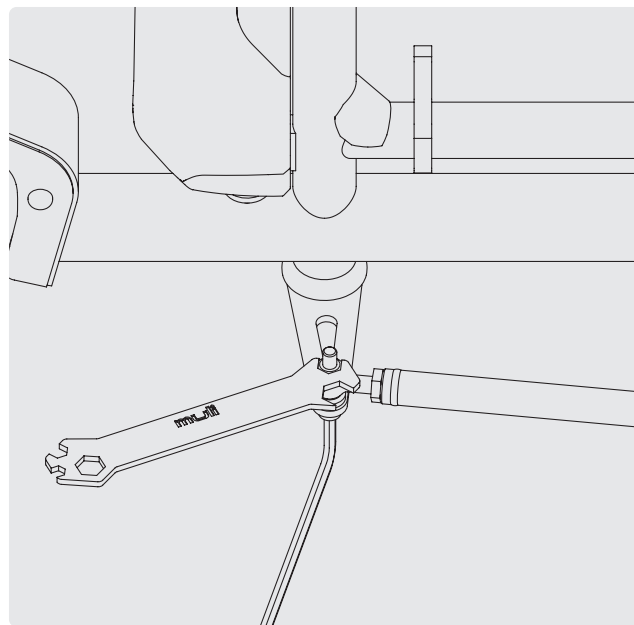

FIG. 11
- 2 Serrez le contrécrou avec une clé coudée mâle de 6 et une clé plate de 13 de sorte que le palier n'ait plus de jeu, mais que le guidon tourne encore facilement (Fig. 11).